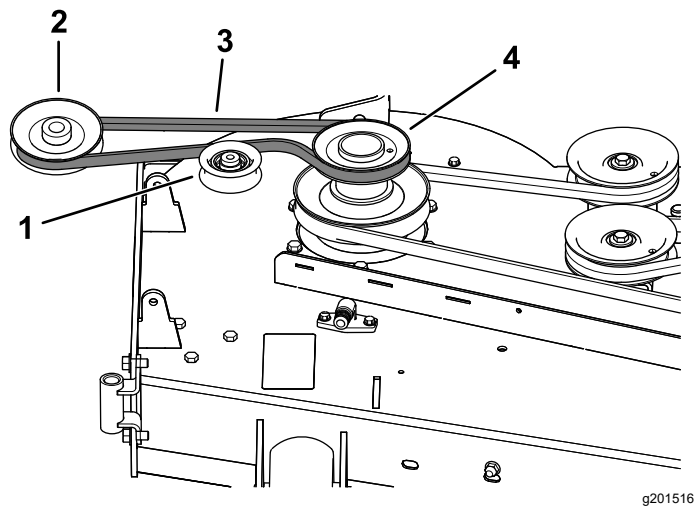
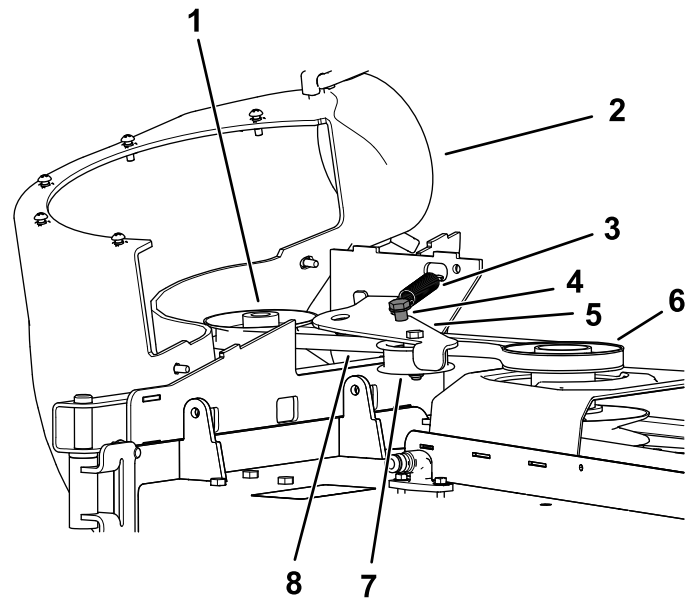

Figura 25
Figura 26
1. Se necessario, montate la cinghia sulla puleggia del soffiatore (Figura 25).
1. Montate la cinghia attorno alla puleggia del soffiatore (Figura 25 e Figura 26); fate riferimento a 10 Montaggio del gruppo soffiatore (pagina 15).
3. Tirate la puleggia tendicinghia caricata a molla lontano dal supporto per molla fisso e avvolgete la cinghia attorno alla puleggia del piatto di taglio (Figura 26).
4. Fate passare la cinghia intorno alla puleggia motrice, come illustrato in Figura 25 e Figura 26.